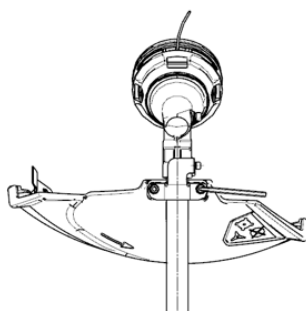

Fig.6
1. Sollevare la testa di taglio e appoggiarla; Allineare i due fori di montaggio nella protezione con i due fori di montaggio nella base dell'asse. Assicurarsi che la superficie interna della protezione sia rivolta verso la testa di taglio; Utilizzare la chiave a brugola n. 2 per fissare i bulloni della protezione in posizione (Fig. 6).